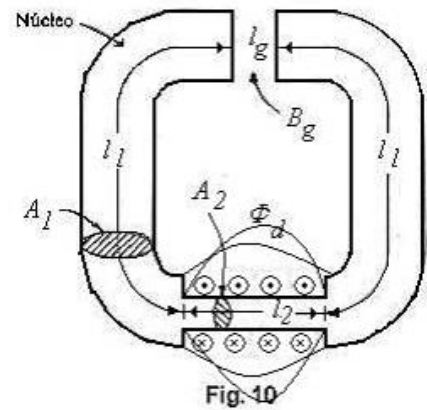
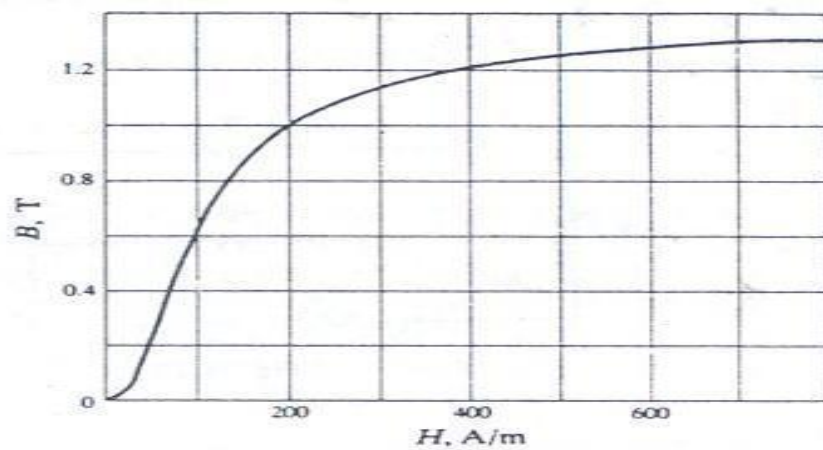

Fig. 10
Fig. 11
10.-Un circuito magnético compuesto en el que varía la sección transversal se muestra en la Fig.10; la porción de hierro tiene las características B-H de la Fig. 11. Datos  $N = 100$  vueltas;  $l_1 = 4l_2 = 40$  cm;  $A_1 = 2 A_2 = 10$  cm2;  $l_g = 2$  mm; flujo de dispersión  $\phi_1 = 0,01$  mWb. Calcúlese la corriente  $I$  necesaria para establecer una densidad de flujo en el entrehierro de 0,6 T.-